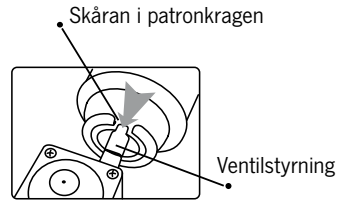

fig. 2
1. Kontrollera att kontrollratten (8) är inställd i läge "•" genom att vrida den medurs och att patronspaken (6) är inställd på UNLOCK.
2. Öppna patronluckan (2) och sätt in patronen med huvudet framåt, så att skåran pekar uppåt och ligger i linje med värdeguiden (fig.2).